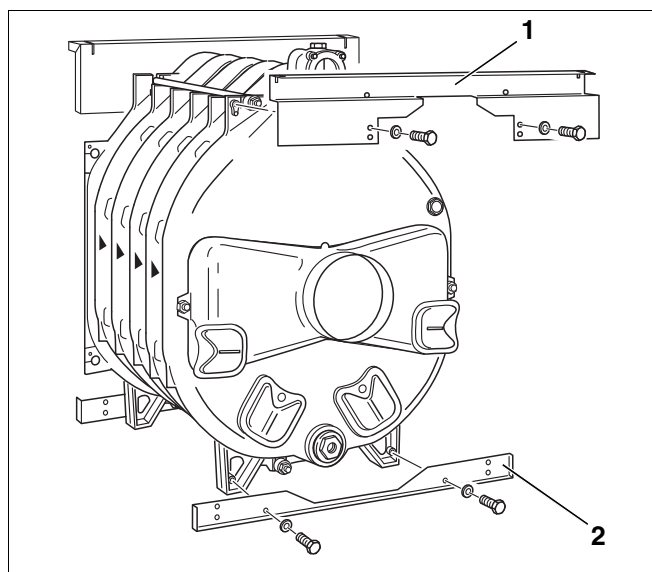

Fig. 31 Montaggio – Traverse posteriori
- ▶ Fissare la traversa posteriore superiore (fig. 31, [1]) sulle camme di ghisa ed avvitarla all'elemento posteriore con bulloni (M 8 x 15). La piegatura della traversa superiore deve essere rivolta **verso il davanti**.
- ▶ Avvitare la traversa inferiore (fig. 31, [2]) ai piedi dell'elemento posteriore, con due bulloni (M 8 x 15). La piegatura della traversa deve essere rivolta verso il didietro.